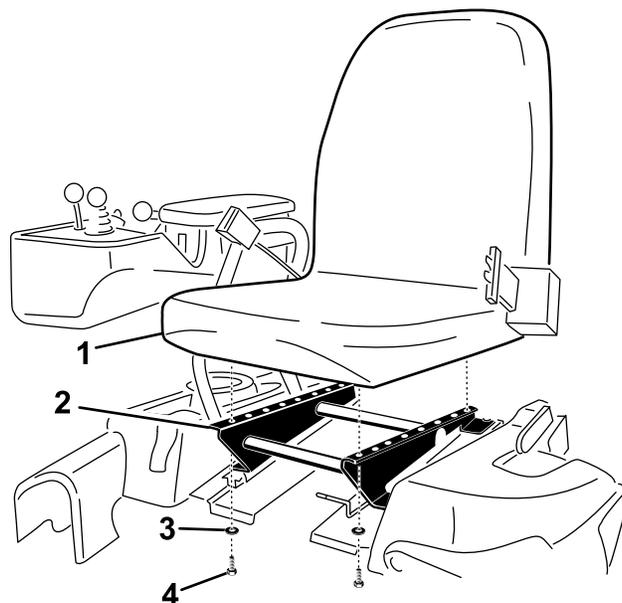

図4
3. 先ほど外したボルト4本とワッシャを使って運転席をシートベースに取り付ける図4。